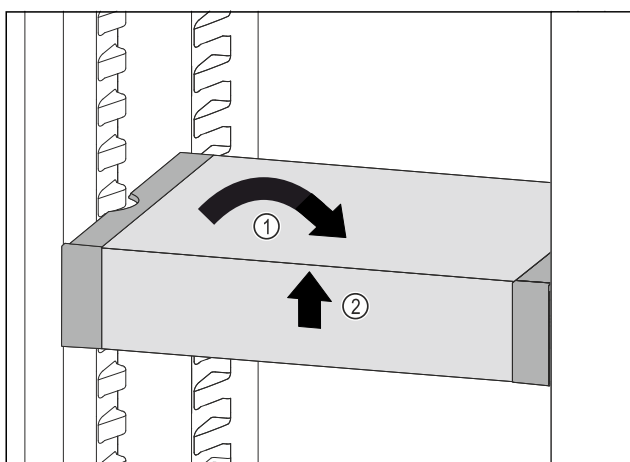

Fig. 108
- ▶ VarioSafe postavte rovně. Fig. 108 (1)
- ▶ VarioSafe vpředu zvedněte. Fig. 108 (2)